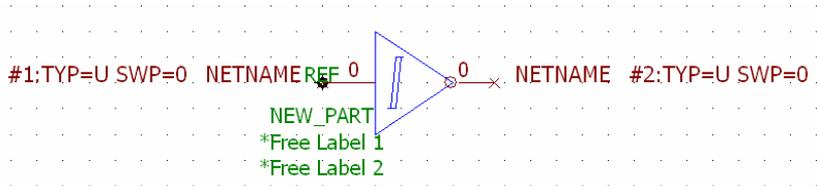

图 5-21 新建的元件 CAE 图形
(3) 尽管创建 CAE 图形的过程和上一节类似, 但是新建的图形与原图形还存在一些区别。这里新建的元件 CAE 图形如图 5-21 所示。其中元件的管脚序号都为 0, 而上一节的元件管脚序号都为 #E。
创建了元件的 CAE 图形后, 如图 5-21 所示, 就可以设置和编辑管脚, 具体的操作如下: